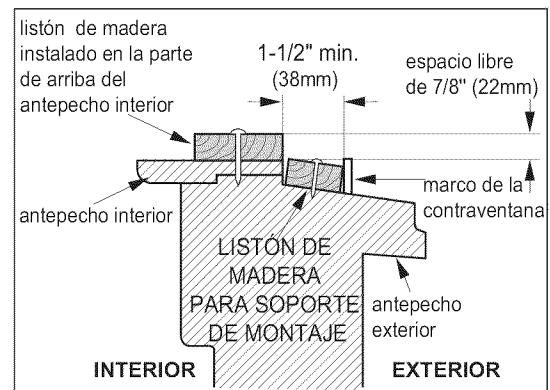

FIG. 11
- \* Si la contraventana impide el montaje atornille un listón de madera de 2" (51mm) a la ventana interior a lo largo de todo el antepecho. El listón de madera debería ser lo suficientemente grueso como para elevar la altura del antepecho de manera que la unidad se pueda instalar sin la interferencia del marco de la contraventana, ver FIG.11. La parte de arriba del listón debería medir 7/8" (22mm) más que el marco de la contraventana para permitir que la condensación de la lluvia desagüe de manera adecuada.
- \* Instale un segundo listón de madera (de aproximadamente 6" (152mm) de largo por 1-1/2" (38mm) de ancho y del mismo grosor que el primer listón) en el centro del antepecho exterior y alinéelo con la parte posterior del antepecho interior. Ver FIG.11.